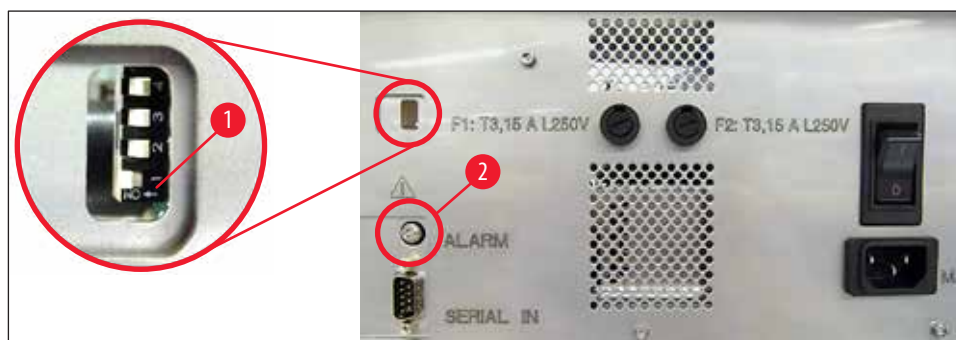

图 45
- » 若要禁用蜂鸣器，将最底端的开关 (→"图 45-1") 推到右侧 (→"图 45")。